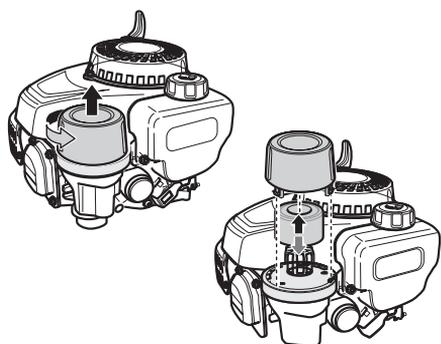
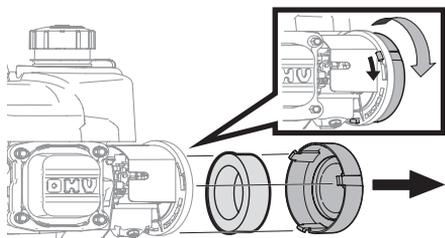

Figure 11
Figure 12
1. Tournez le couvercle du filtre vers la gauche et soulevez-le (moteur de 79 cm3 et 132 cm3, Figure 11) ou retirez-le de la base du filtre (moteur de 140 cm3, Figure 12).